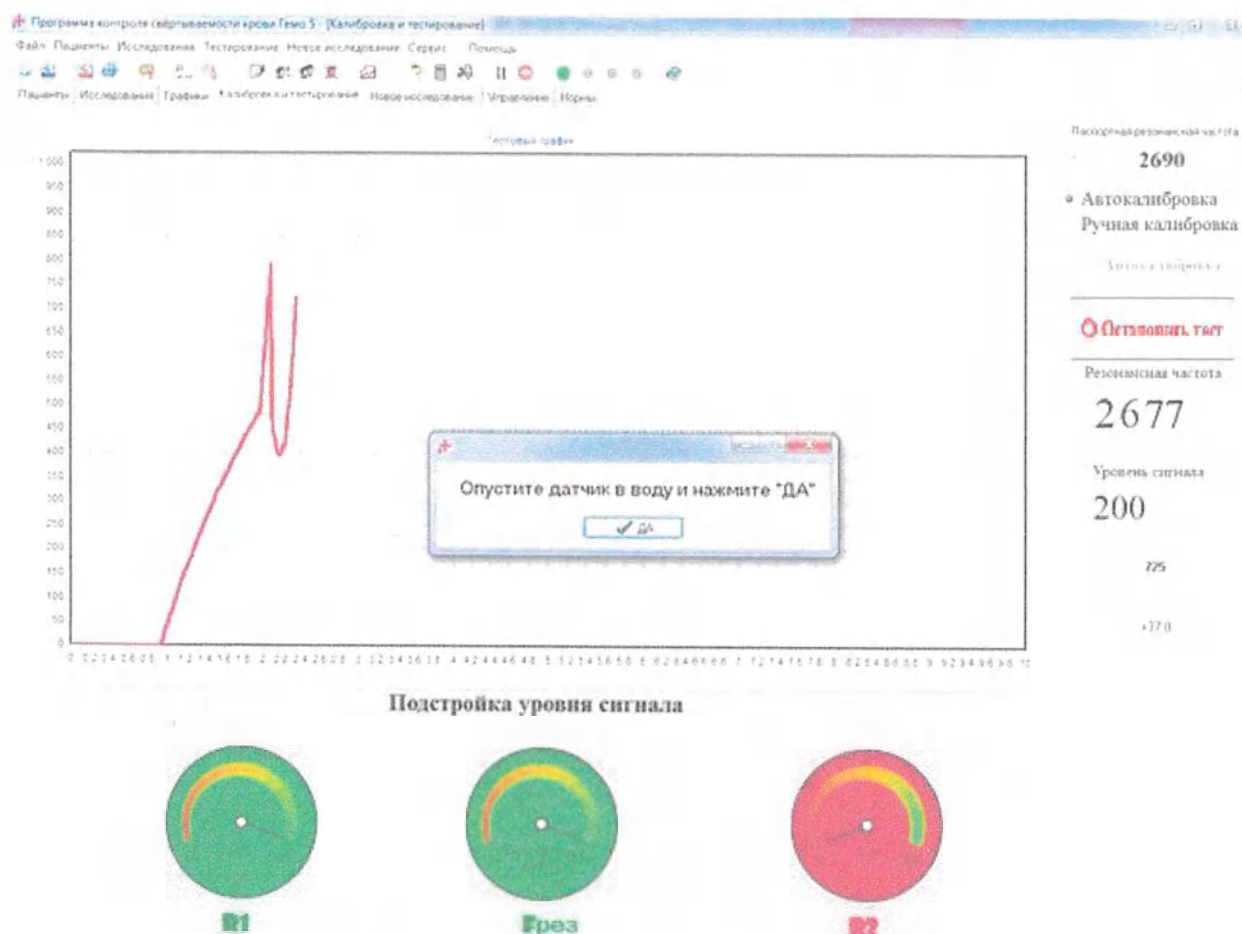

Рисунок 30 – Окончание второго этапа автокалибровки
• Второй этап калибровки (подстройка резонансной частоты) начинается автоматически после первого, по его окончании на экране высветится диалоговое окно, информирующее о необходимости поместить в термостат кювету с СТЖ. (рисунок 30).